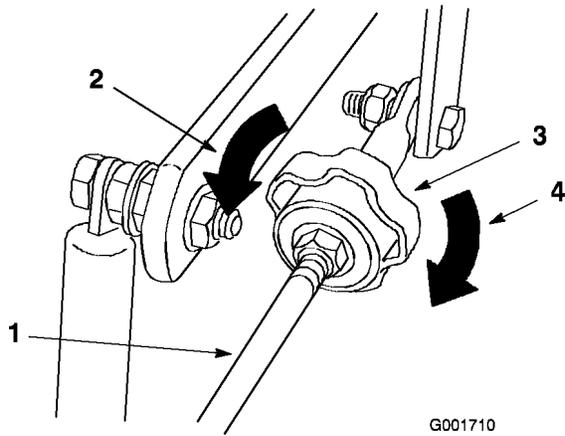

Figure 74
2. Réglez la longueur de la tige de pompe en tournant le bouton dans le sens voulu, jusqu'à ce que la roue soit immobilisée ou tourne légèrement en marche arrière (Figure 74).